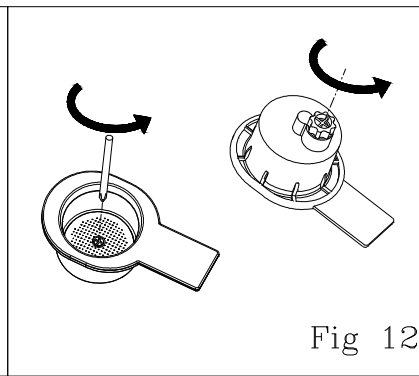

Fig 12
- (b) Retirer le capot de la soupape du filtre du fond du filtre et ôter le ressort de soupape et la soupape afin de les nettoyer. <Fig. 12.>